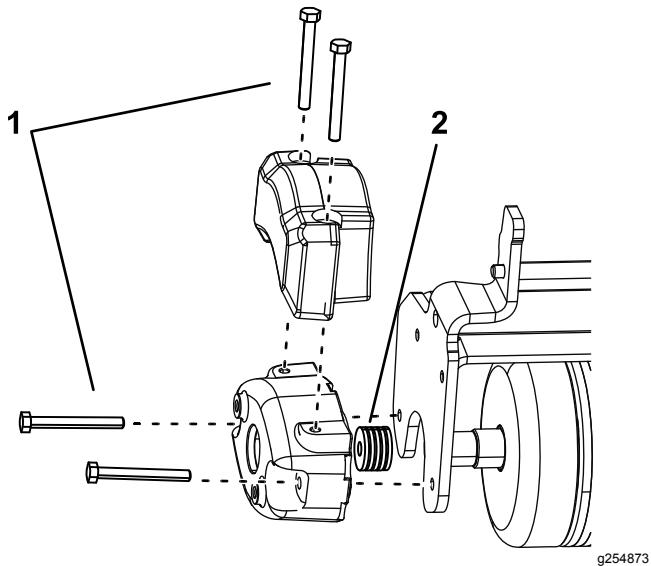

Figura 5
2. Instale 2 pernos (5/16"-18 x 2 3/4") como se muestra en la Figura 5.
- Instale 4 espaciadores (3 mm) en cada perno, entre el contrapeso y la placa lateral del rodillo triple (Figura 5).